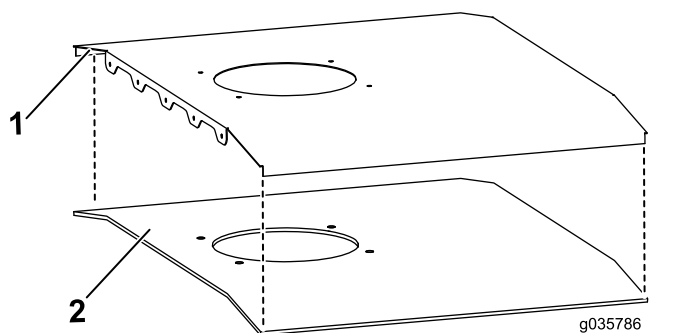

Figura 1
2. Prenda a esponja do teto à placa do teto, alinhando o orifício da ventoinha e os orifícios dos parafusos (Figura 1).